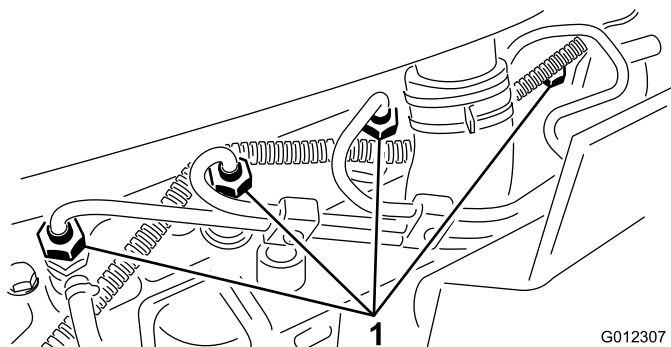

図 34
1. 燃料噴射ポンプの No.1インジェクタ・ノズル(図 34)へのパイプ接続部をゆるめる。